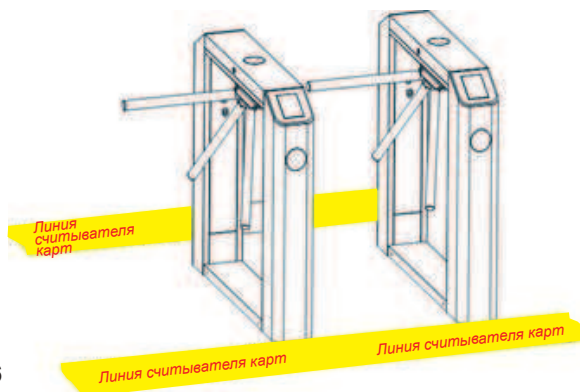

Рис. 6
3. Нанесение предупреждающей линии для считывания карты (см. Рисунок 6). Рекомендуется нанести предупредительную линию для напоминания пользователям о дистанционном сканировании карт, что значительно уменьшит вероятность отказа оборудования, вызванного неправильными действиями.